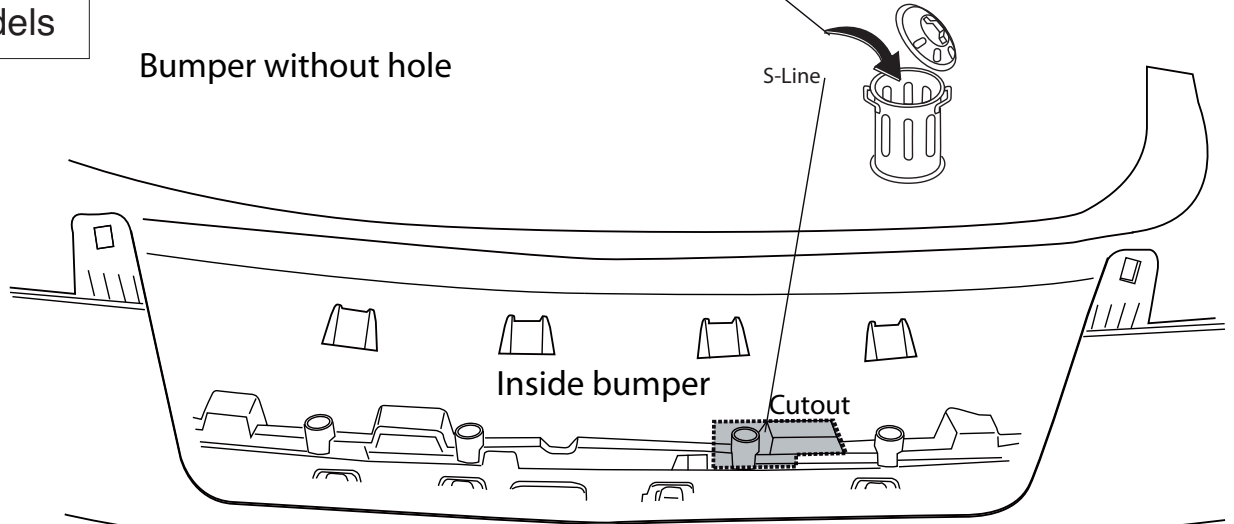

Fig. 5
**Следующее относится к моделям с бамперами, не подготовленными под буксировочный кронштейн:** Выпилить обозначенные части, как указано на рис. 5.